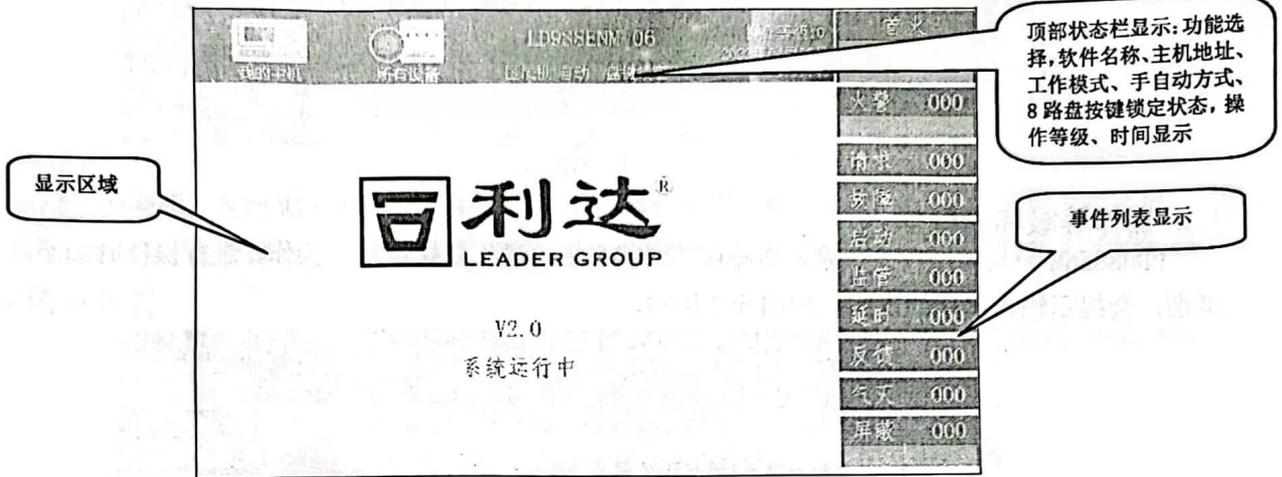

图 5-1
- ◆ 系统上电初始化，进入监控界面如图 5-1，如当前有事件发生，自动进入事件显示界面。